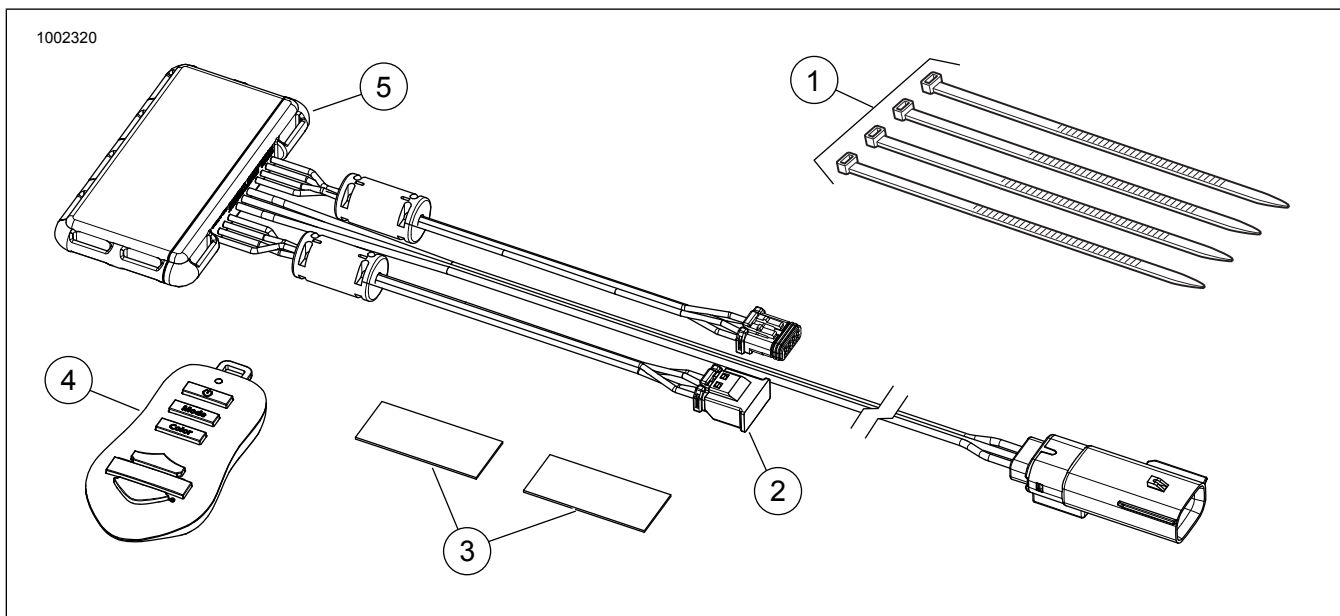

Figura 2. Piese de service, Kit controler Spectra Glo
A se vedea figura 2. și Tabelul 1.
5. A se vedea figura 2. Alegeți o locație potrivită pentru montarea controlerului (5) sub scaun sau în spatele capacului din partea stângă. Utilizați banda cu dublu adezivă (3) prevăzută în kit sau curele de cablu (1).